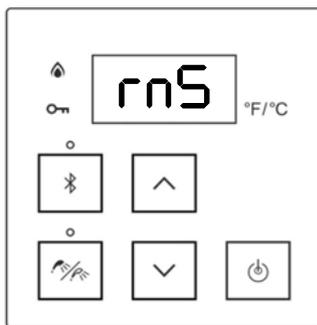

Figura 82
14. Después de 60 minutos, se completa el tiempo de lavado, la pantalla muestra "rnS" (enjuagando) (Figura 82) y se escucha un pitido.